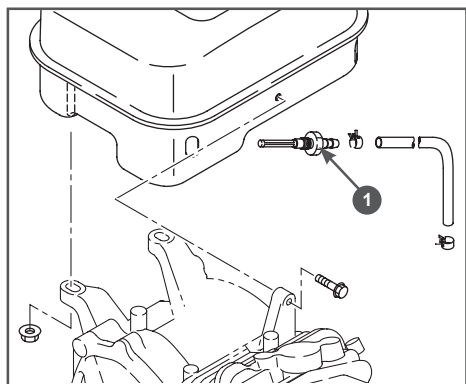

Рис. 22. Топливный бак и топливный фильтр
В топливном баке установлены два сетчатых топливных фильтра. Один фильтр устанавливается в заливной горловине топливного бака. Второй фильтр конструктивно объединен со штуцером топливного бака и установлен внутри бака (Рис. 22).
Каждые 300 часов работы или один раз в год в зависимости от того, что наступит раньше, необходимо производить очистку топливного бака от грязи и конденсата. Перед этим рекомендуется полностью выработать топливо. Одновременно с очисткой топливного бака необходимо проверять и очищать фильтр 1, установленный внутри бака (Рис. 22). Поврежденный или сильно загрязненный фильтр необходимо заменить.
3. Выкрутите из топливного бака выходной штуцер 1 и произведите его очистку (Рис. 22). Внимательно осмо-